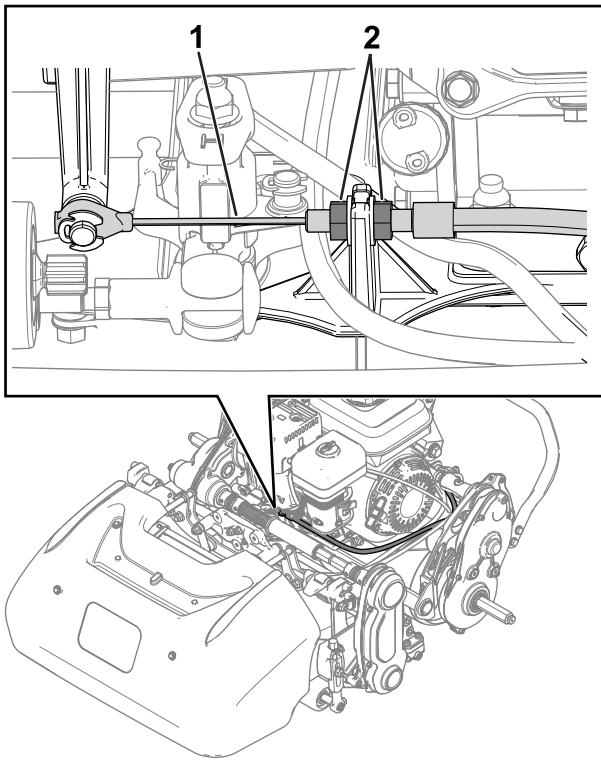
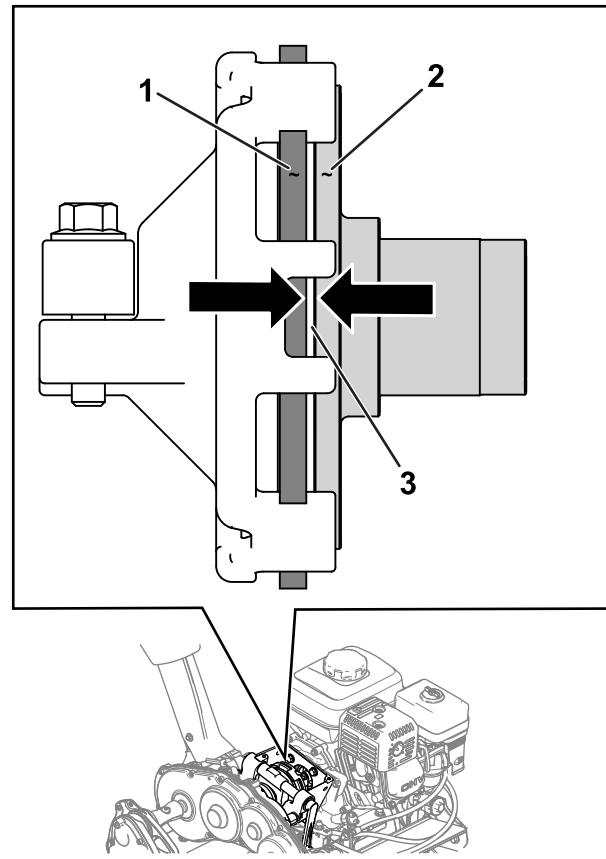

Figura 30
Figura 31
2. Afloje las contratuercas y ajuste el cable de tracción hasta que quede un espacio de 1.1 mm (0.045") entre el disco de fricción y el plato de presión (Figura 30 y Figura 31).